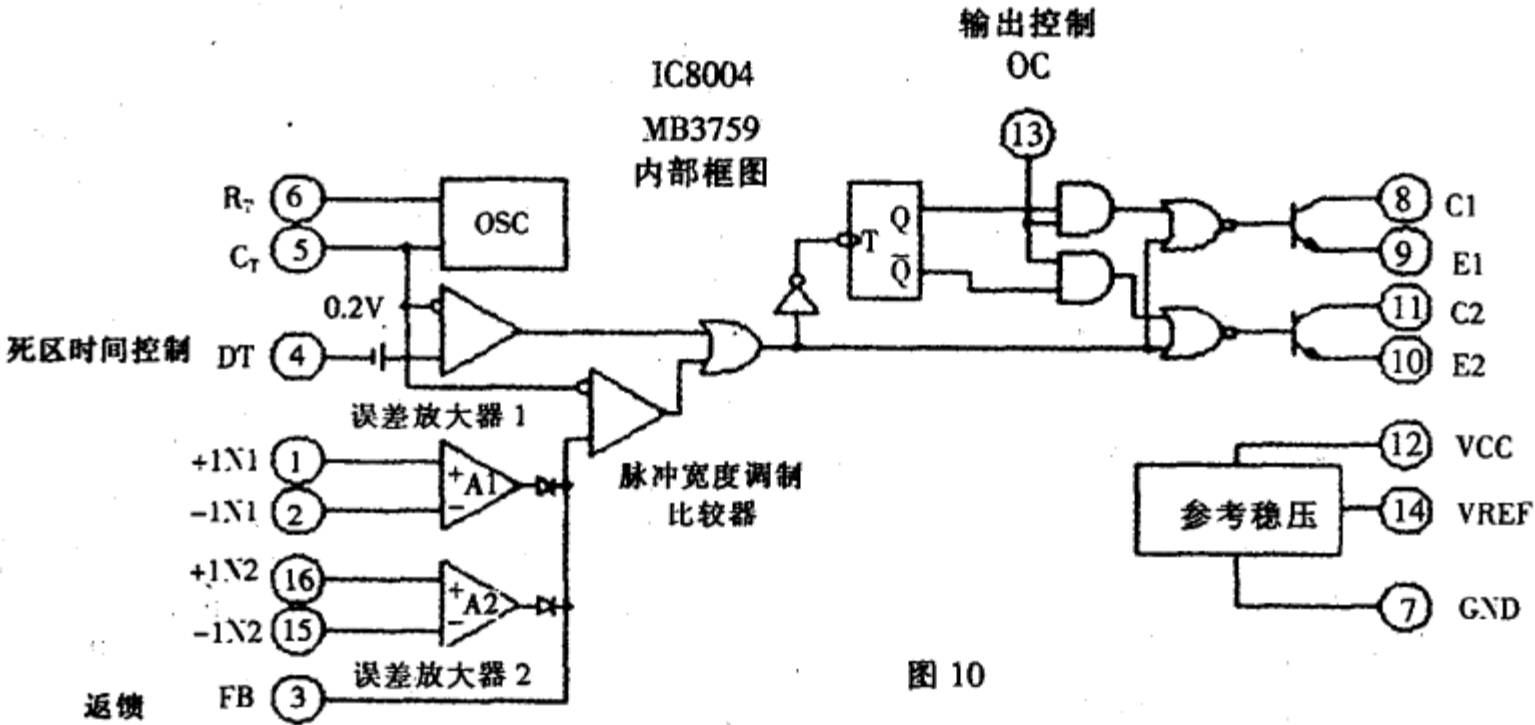

图 10
+15V 过压由 R8007 进行取样，稳压二极管 D8001 对取样电压进行比较，由 Q8016 放大。当 +15V 过压时 D8001 被击穿，使 Q8016 导通，驱动继电器 RY8003 吸合。因 RY8003 的吸合，C8014 在正常工作时所充得的电量会通过二极管 D8010、电阻 R8023 和 Q8004 的 be 极进行放电。放电使 Q8004 ce 极之间导通，将开关式稳压控制器 IC8004 第②脚，即“误差放大 1”（如图 10 所示）反相输入端 EAMP1- 变为低电平，使开关式稳压控制器 IC8004 脉冲被封锁，进入保护状态。这个保护过程只是为暂态。
由 IC8004 内部“误差放大 1”（如图 10 所示）、Q8017、Q8018、D8028 等元器件组成一个自锁电路。当 +15V 过压保护时，“误差放大 1”反相输入端 EAMP1- 变为低电平，“误差放大 1”输出端，即开关式稳压控制器 IC8004 第③脚 FEEDBACK，将变为高电平。FEEDBACK 输出高电平经由 Q8017、Q8018 和 D8028 组成的反相放大器的反相放大，再反馈到开关式稳压控制器 IC8004 内部的“误差放大 1”反相输入端 EAMP1-，保证了将 +15V 过压保护时“误差放大 1”反相输入端 EAMP1- 的低电平由暂态转为稳态。